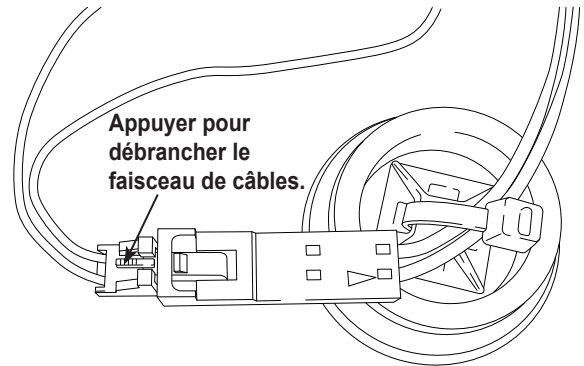

Figure 15
- Débrancher le faisceau de câbles au niveau du connecteur en appuyant sur la languette centrale. Tirez les connecteurs à part. Voir la Figure 15.